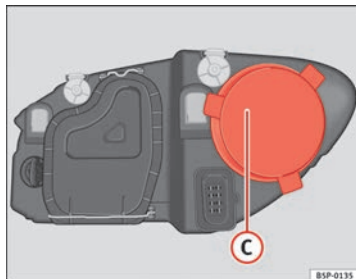

Fig. 166 Luz de carretera
- Retire la tapa ⇒ fig. 166 C tirando de la misma.